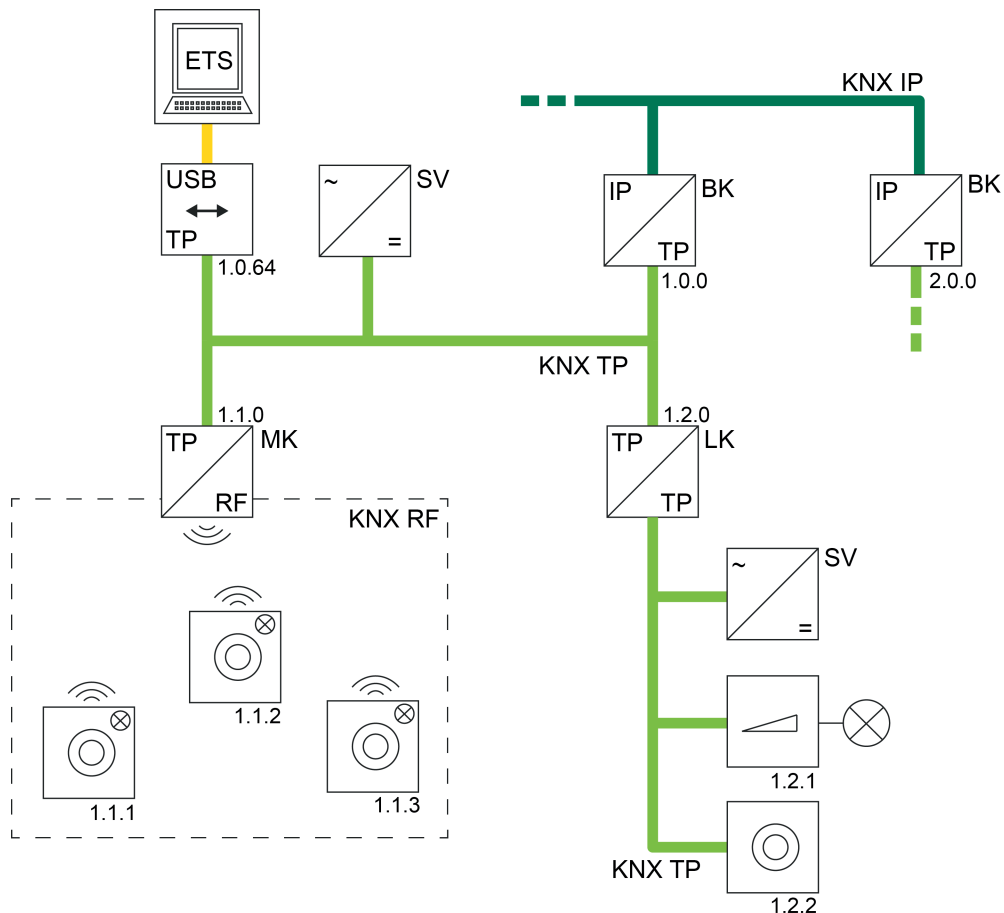

Bild 41: Beispiel einer möglichen KNX-Topologie mit einer KNX TP USB-Datenschnittstelle
- Verwendung einer KNX TP USB-Datenschnittstelle (Bild 41):